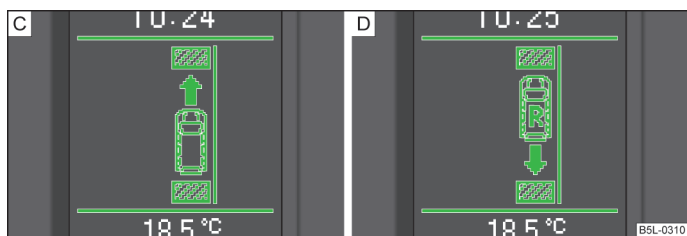

Fig. 123 Ecran d'informations : instruction d'enclenchement de la marche avant **C** ou de la marche arrière **D**
- Dans les cas où il n'est pas possible de se garer en une seule manœuvre, d'autres étapes de manœuvre sont entrepris. Si la flèche vers l'avant **C** » fig. 123 clignote sur le visuel d'informations, enclenchez le 1er rapport ou amenez le levier sélecteur sur la position **D**.
- Si la flèche vers l'arrière **D** » fig. 123 clignote sur le visuel d'informations, enclenchez de nouveau la marche arrière ou amenez le levier sélecteur sur la position **R**.